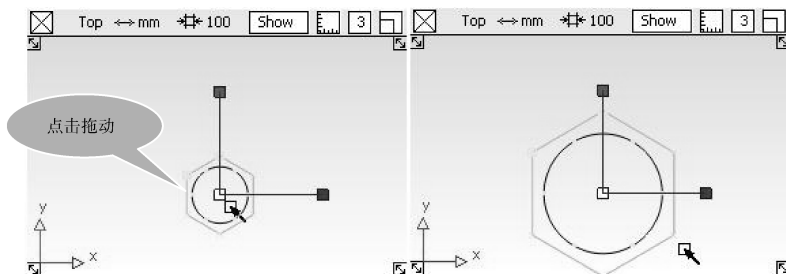

图 2-44 缩放圆形
- 05 在【Top】视窗中单击, 创建一个带有操纵器的圆形曲线。激活操纵器上面的立方体(蓝色、绿色和红色小立方体分别为空间中3个方向的缩放控制操纵点), 然后再激活圆形曲线中心的蓝色方块, 用鼠标进行拖动, 对圆进行等比缩放, 达到合适的大小后释放鼠标, 如图 2-44 所示。